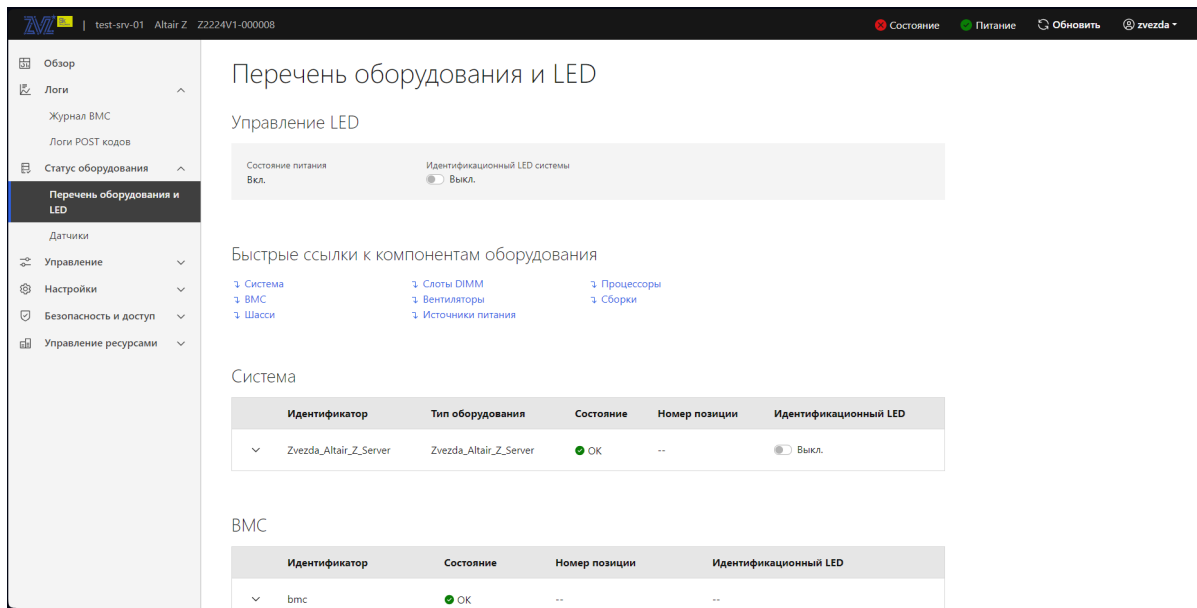

Рис. 75. Окно «Перечень оборудования и LED»
- 4) Пройдите во вкладку «Статус оборудования» → «Перечень оборудования и LED» в данной вкладке отображается перечень и статус оборудования. В поле «Управление LED» отображается состояние питания, переведите переключатель «Идентификационный LED системы» в активное положение для включения светодиода индикации сервера. В поле «Быстрые ссылки к компонентам оборудования» приведен список быстрых ссылок к компонентам сервера и их состоянию. В поле «Система» отображается тип оборудования и его состояние. В поле «BMC» отображается состояние BMC. Окно показано на рис. 75 Окно «Перечень оборудования и LED»